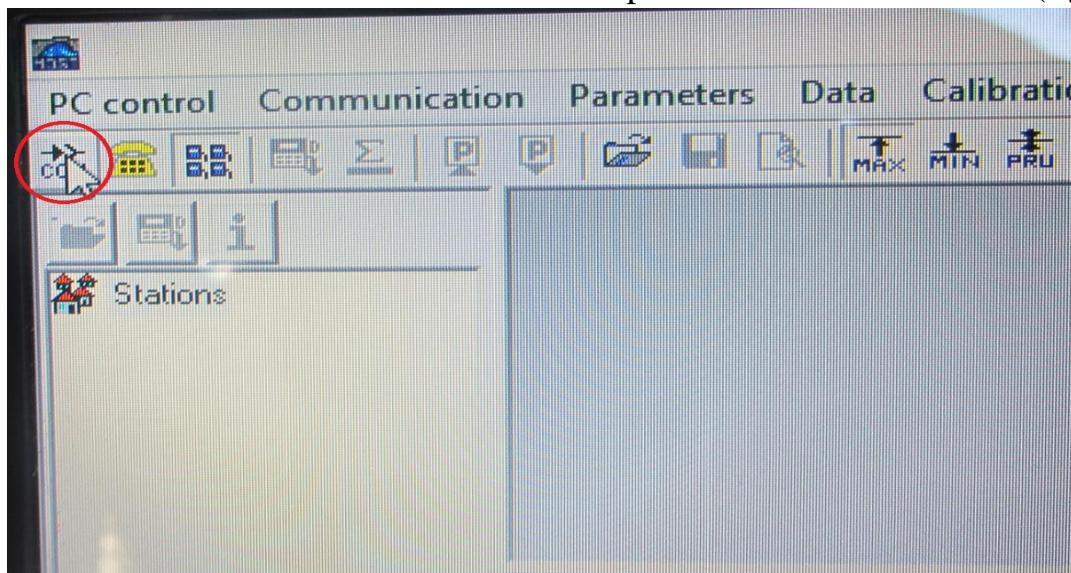

Fig. 5
e. Apoi tastăm butonul ***Start Communications*** pentru a ne conecta la Port (fig. 5)